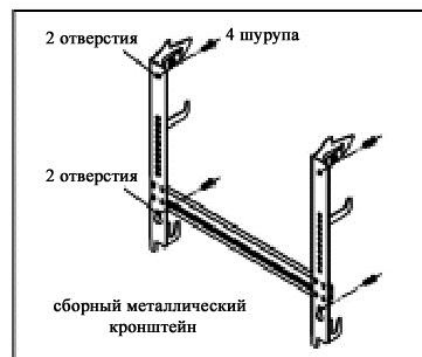

Fig. 2
- 2) Просверлите 4 отверстия в стене в соответствии с отверстиями на кронштейне и прикрепите кронштейн на стену при помощи 4 шурупов (рис. 2).